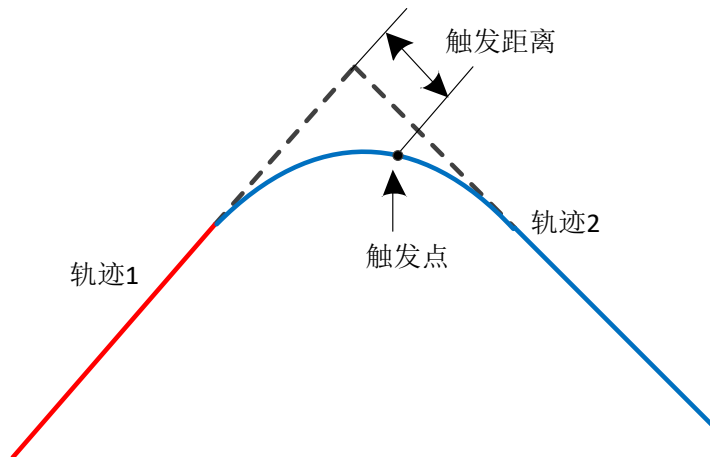

图 7-1 轨迹触发
- 轨迹经过时间 (T) 在暂停或急停后无效。
- 在指定了平滑行为的情况下，平滑部分的轨迹将被认为属于后一条轨迹，所以如果希望在平滑轨迹过程中触发事件，需要在第 2 条轨迹前声明触发事件。轨迹路程仍会按照前一条轨迹未平滑时的目标点作为起点计算，如下图 7-1 所示。